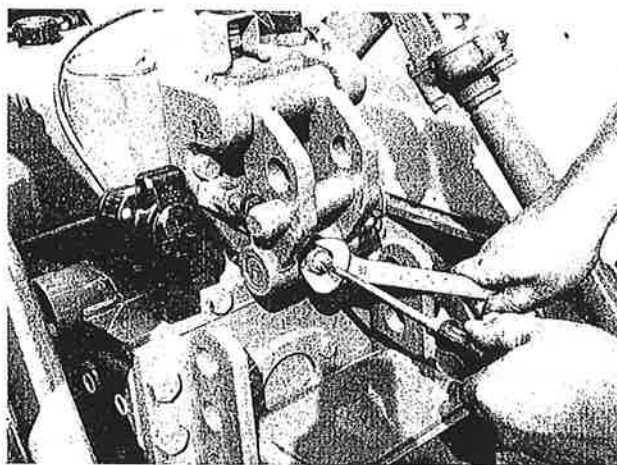

FIG. 90 - Réglage de la course libre du levier d'effort contrôlé pour tracteurs R 503 - R 603
- b) pour les types M 50 M, régler la vis pointeau spéciale placée au bout de la tige 26 Fig. 90.